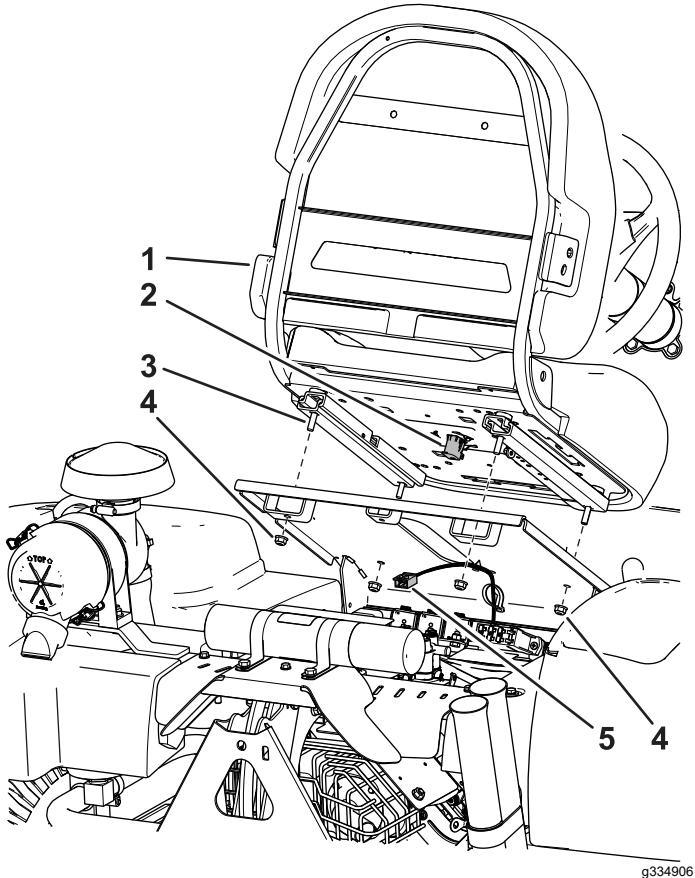

Рисунок 4
- Прикрепите сиденье к его основанию с помощью 4 ранее снятых гаек; см. Рисунок 4.
- Найдите жгут проводов машины и подсоедините его к переключателю сиденья (Рисунок 4).